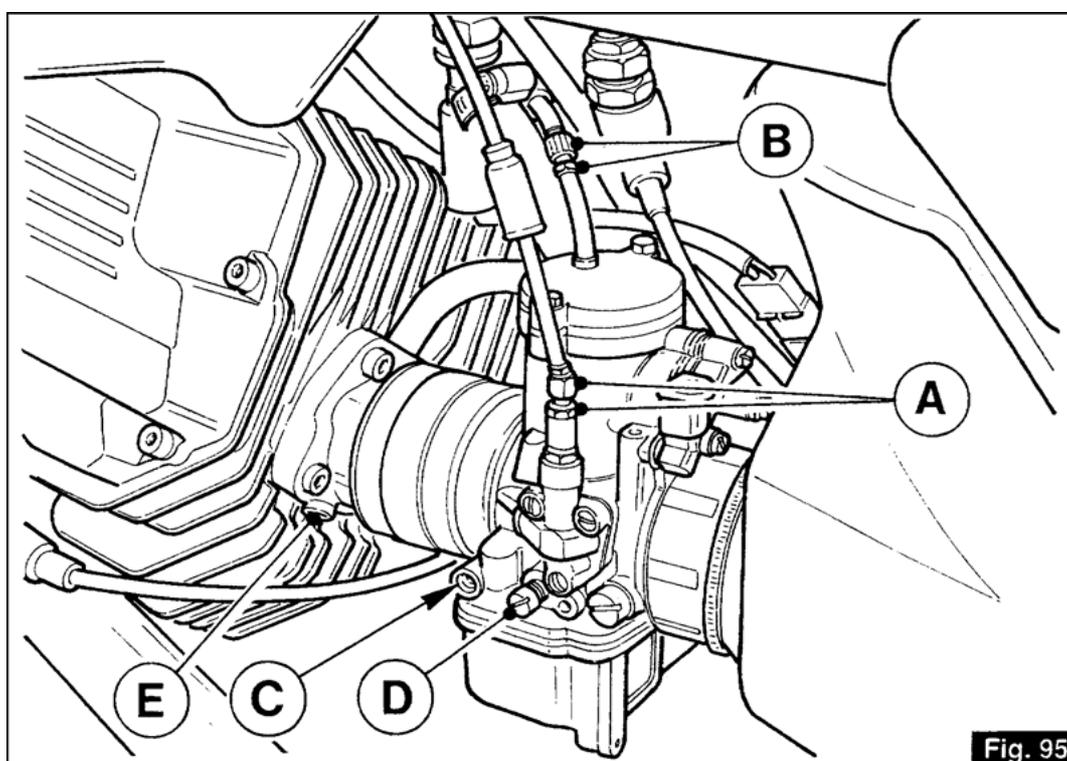

Fig. 95
11.2 CONTRÔLE CARBURATION AVEC DÉPRESSIOMÈTRE (fig. 95)